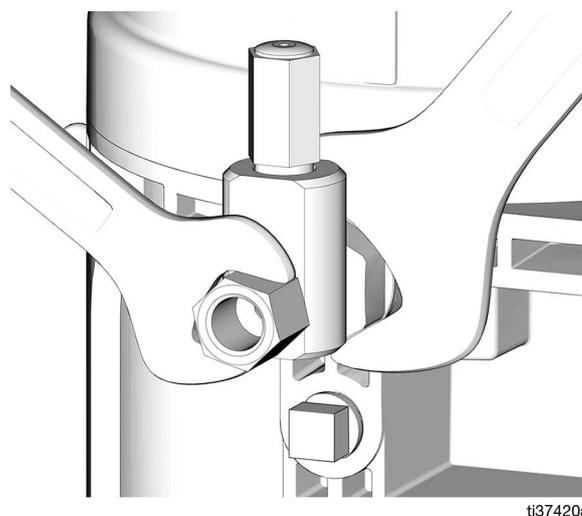

FIG. 23
- Allentare il raccordo dell'elemento pompa (FIG. 23).